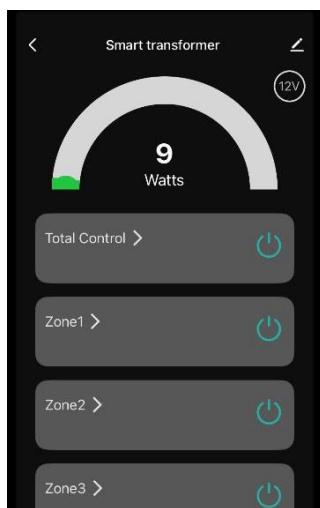

Figure 2 : Interface de la centrale électrique intelligente
3. Lorsque l'appareil est sélectionné, l'affichage de la puissance, le contrôle total et les trois zones s'affichent (voir figure 2). En sélectionnant l'icône à droite de l'affichage de la puissance, vous pouvez basculer entre 12 V et 15 V.